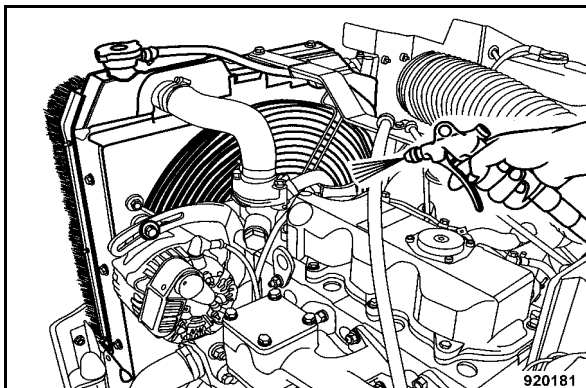

Fig. 147
- Souffler les canaux de l'air de refroidissement, du côté de la sortie d'air, avec de l'air comprimé (Fig. 147).